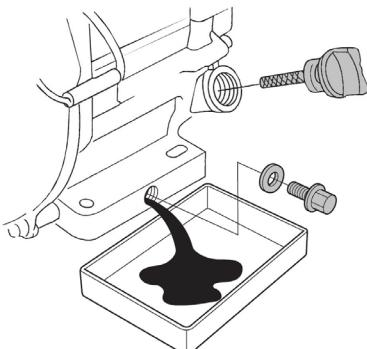

Рис. 38 Замена масла в двигателе
(1) Техническое обслуживание должно осуществляться более часто, при работе в пыльных условиях.
(2) Данный вид работ необходимо выполнять в авторизованном сервисном центре.
6. Удерживая одним ключом трубку-удлинитель от проворачивания открутите пробку для слива масла и спейте отработанное масло в подготовленную для этого емкость (Рис. 38).